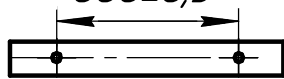

Рисунок 1. 1.Корпус в сборе. 2.Крышка 3.Рассеиватель. 4.Пружина 5.Патрон.
4.2 Светильники в соответствии с Рис.1 состоят из корпуса поз.1. в котором размещена электрическая схема, двух торцевых крышек поз.2. которые крепятся к корпусу с помощью пружин поз.4 и рассеивателя поз.3